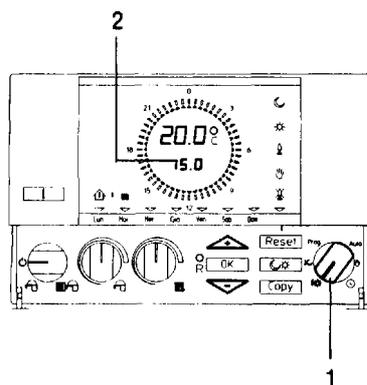

Fig. 20
- Установить ручку в положение !☀ (рис. 20 поз. 1)
- Дисплей (рис. 20 поз. 2) показывает заданную комфортную температуру.
- Нажимайте кнопки ▲ ▼ или для задания желаемого значения комфортной температуры (рис. 20)
- Установите ручку в положение !☾ (рис. 20 поз. 1)
- Дисплей (рис. 20 поз. 2) покажет заданную пониженную температуру.
- Нажимайте кнопки ▲ ▼ или для задания желаемого значения этой температуры (рис. 20)
По окончании программирования перевести ручку в положение «Auto» (рис. 20 поз. I).